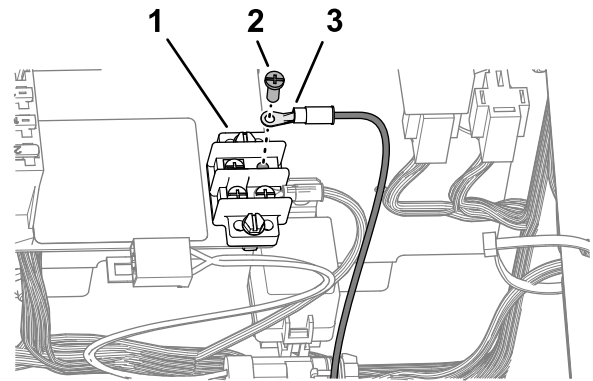

Figure 19
1. Retirez une vis de borne du bornier de masse (Figure 19).
2. Fixez la cosse annulaire étiquetée HORN GROUND du faisceau du kit sur le bornier de masse avec la vis de borne (Figure 19).